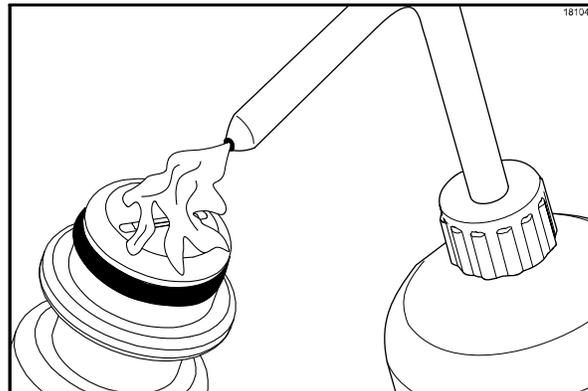

図60
16. スクィーズボトルに殺菌溶液を満たします。バケツの上でボトルを持ち、ボトルを強く押して各シロップノーズフィッティングの溝を完全にすすぎます。(図60を参照)。